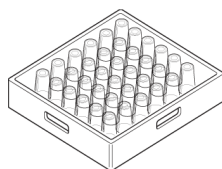

Fig.35
- 6- Placer les tasses et les verres retournés vers le bas. (Fig.35)